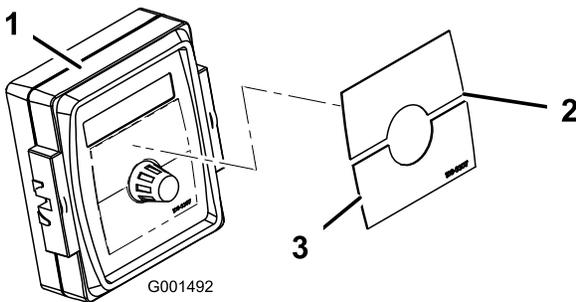

Figura 24
4. Aplique la pegatina Spray Pro al monitor (Figura 24).